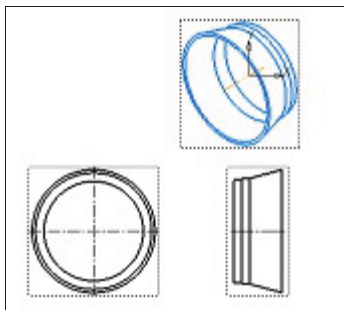

Рис. 24.5. Проекционные виды Модели 2
- ◆ относительно главного вид можно построить вид справа, указав точку вставки. В окне модели появился элемент **Проекционный вид 3**. Если сдвинете курсор вправо вверх, то получите аксонометрию данной модели. Это говорит о том, что команда **Вид с модели** "зациклена", т. е. после создания одной проекции автоматически запускается создание следующей проекции на основе того же базового вида. В итоге у вас должно получиться как на рис. 24.5.